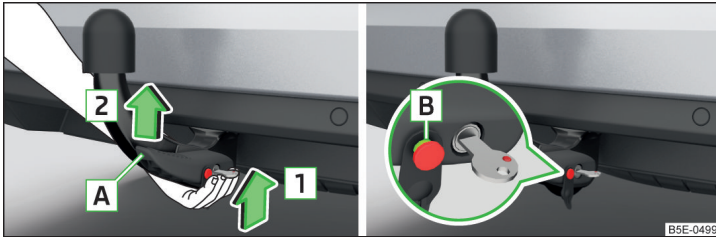

Abb. 299 Kugelstange einsetzen / Auslösebolzen in ausgefahrenem Zustand
- Die Kugelstange **von unten** » Abb. 299 fassen und in den Aufnahmeschacht in Pfeilrichtung **1** bis zum hörbaren Einrasten einsetzen » **!**.